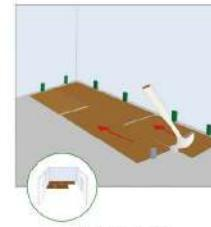

Рисунок 11
- Далее осуществляетсястыковка и подшивка всех 4-х панелей. Они и будут служить стартом для последующего монтажа. Обратите внимание - распорные клинья должны оставаться на месте (см. рис. 11).